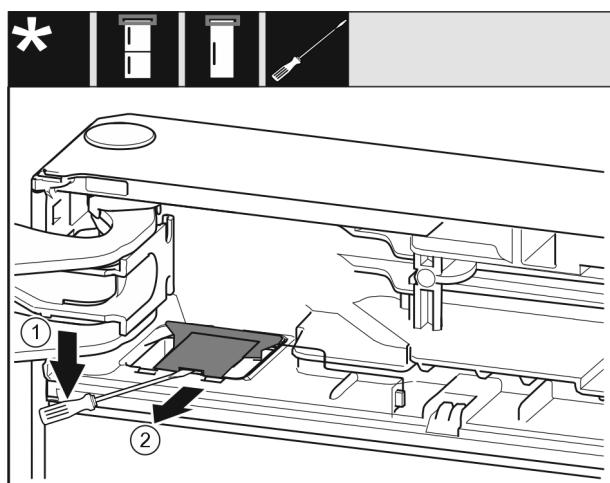

Fig. 10
- Plochým šroubovákom uvolňte kryt Fig. 10 (1).
- Vyhnete kryt Fig. 10 (2).